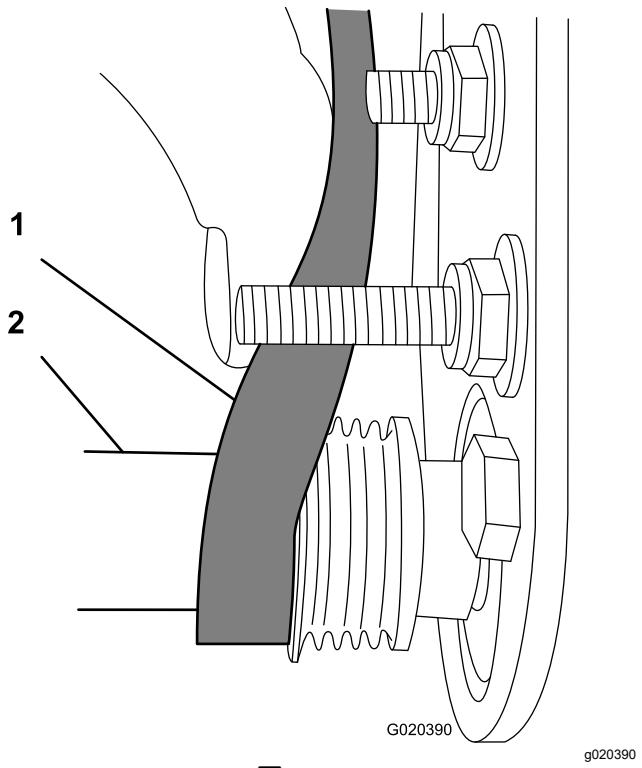

図 15
- 受動プーリからベルトを掛け始める図 15。
- 深穴ソケット $9/16"$ を使って、ブラシアセンブリを回転させながら、ベルトを受動プーリに掛けまわす図 15。